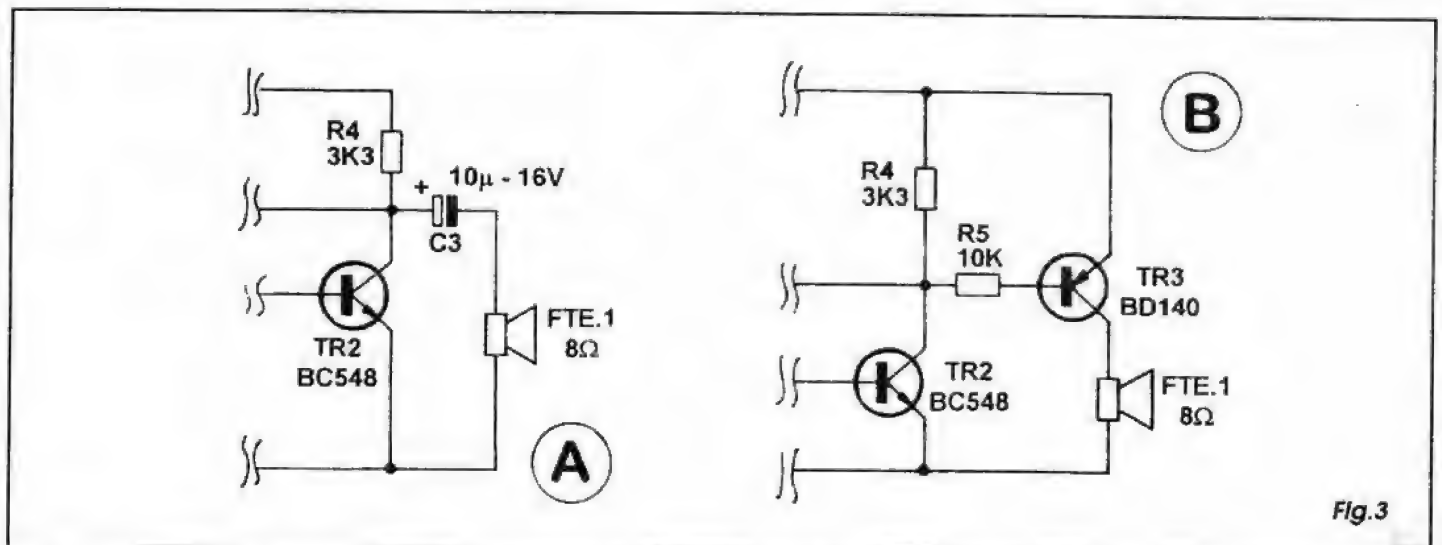

Fig. 3
- FIG. 3 - No item A da figura temos um arranjo para acoplamento modificado do transdutor (alto-falante) à saída do multivibrador astável (também chamado de flip-flop). No caso usa-se um resistor mais elevado como carga de **coletor** do transistor (simetrizado com o valor do correspondente resistor *no outro lado* do astável...). Além disso, para perfeito equilíbrio do circuito, mesmo o resistor de **base** de TR2 deve ter seu valor igualado ao do resistor de **base** de TR1 (22K). O alto-falante é, então, acoplado ao **coletor** de TR2 através de um capacitor extra (eletrolítico, no caso), C3. Nessa configuração, menos dependente da impedância do transdutor, este poderá até ser do tipo piezo-elétrico (cápsula de cristal), simplesmente reduzindo-se o valor do capacitor de acoplamento para